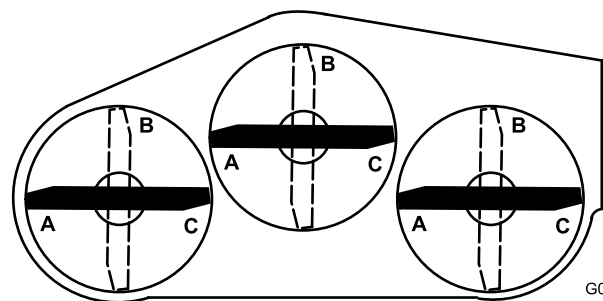
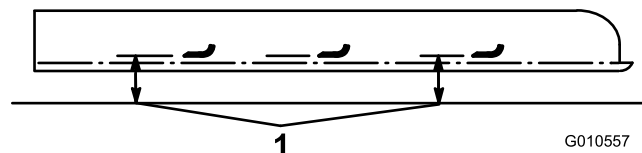

Bild 24
Bild 25
5. Stellen Sie alle drei Messer in die A-Stellung (Bild 24) und messen von der ebenen Fläche bis zur Unterkante jeder Messerspitze (Bild 25).
6. Notieren Sie den Wert, den Sie an der A-Stellung erhalten haben, drehen Sie die Messer auf die B-Stellung (Bild 24) und messen den Abstand aller Messer zur ebenen Fläche; notieren Sie den Wert (Bild 25).
7. Drehen Sie die Messer in die C-Stellung, messen und notieren Sie den gemessenen Wert (Bild 24 und Bild 25).